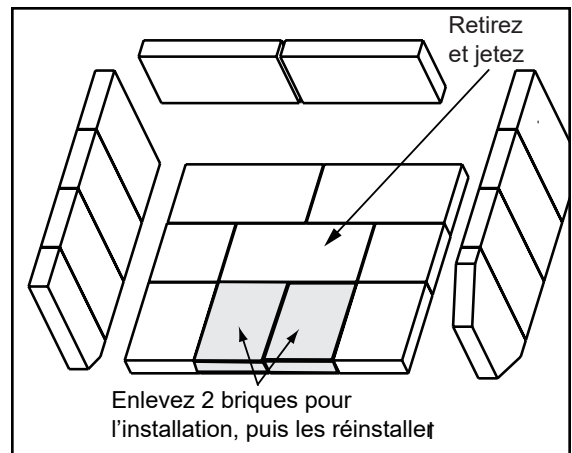

Figure 18.1
2. Retirez les 2 briques de la partie avant de la boîte à feu (**Figure 18.1**).
2. Retirez les 2 briques de la partie avant de la boîte à feu (Figure 18.1 à la page 18).